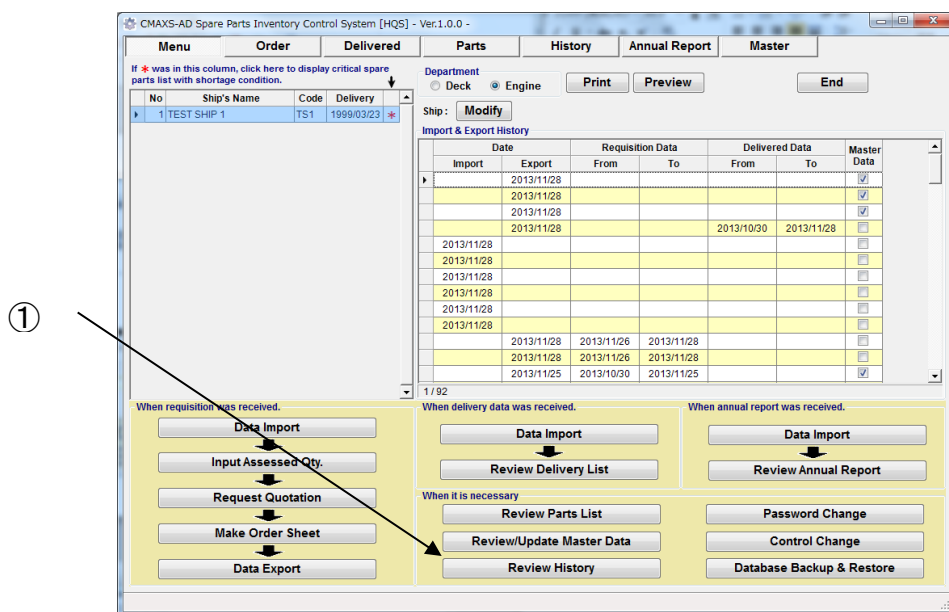

図 10-1 Menu 画面
- (1) “Menu 画面”図 10-1),上で [Review History]を選択してください。